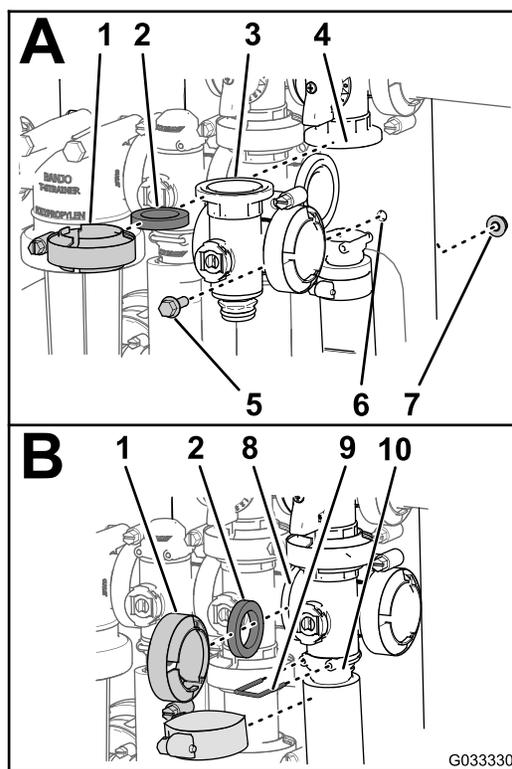

Figura 77
1. Allineate la flangia del collettore della valvola principale delle barre, 1 guarnizione e la flangia della valvola di bypass principale delle barre (A di Figura 77).
2. Montate il collettore della valvola principale delle barre, la guarnizione e la valvola di bypass principale delle barre con un morsetto serrato manualmente (A di Figura 77)
3. Allineate la flangia del collettore della valvola principale delle barre, una guarnizione e il collettore della valvola dell'agitatore (B di Figura 77).
4. Montate il collettore della valvola principale delle barre, la guarnizione e il collettore della valvola dell'agitatore con un morsetto serrato manualmente (B di Figura 77)
5. Allineate la flangia del collettore della valvola principale delle barre, una guarnizione e l'alloggiamento principale delle barre (B di Figura 77).
6. Montate il collettore della valvola principale delle barre e la presa con un morsetto serrato manualmente (B di Figura 77)
- Fissate il raccordo del tappo terminale al raccordo di uscita inserendo un fermo nel raccordo di uscita (B di Figura 77).